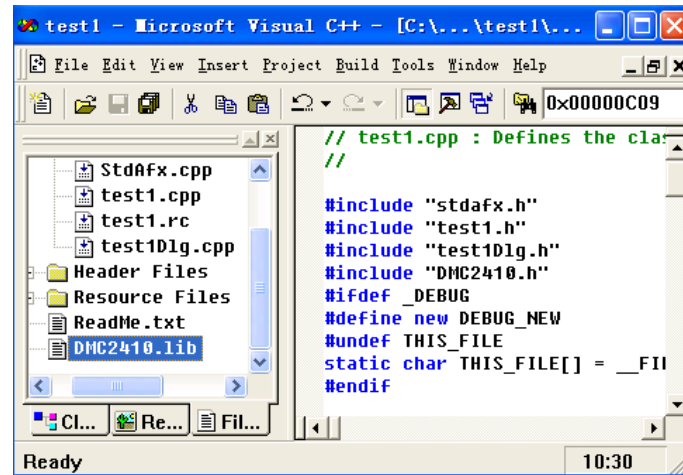

图 7-9 程序增加头文件
(8) 在相应的目录下找到 DMC2410/DMC2410B.h 和 DMC2410/DMC2410B.lib 文件，拷贝到 E:\tes1 目录；
(9) 选择“工程”->“添加工程”->“文件”，选中 DMC2410/DMC2410B.lib 文件加入到工程中；
(10) 打开 test1.cpp 文件，在程序开始部分添加相应语句：`#include "DMC2410.h"` 或者 `#include "DMC2410B.h"`，如图 7-9 所示：